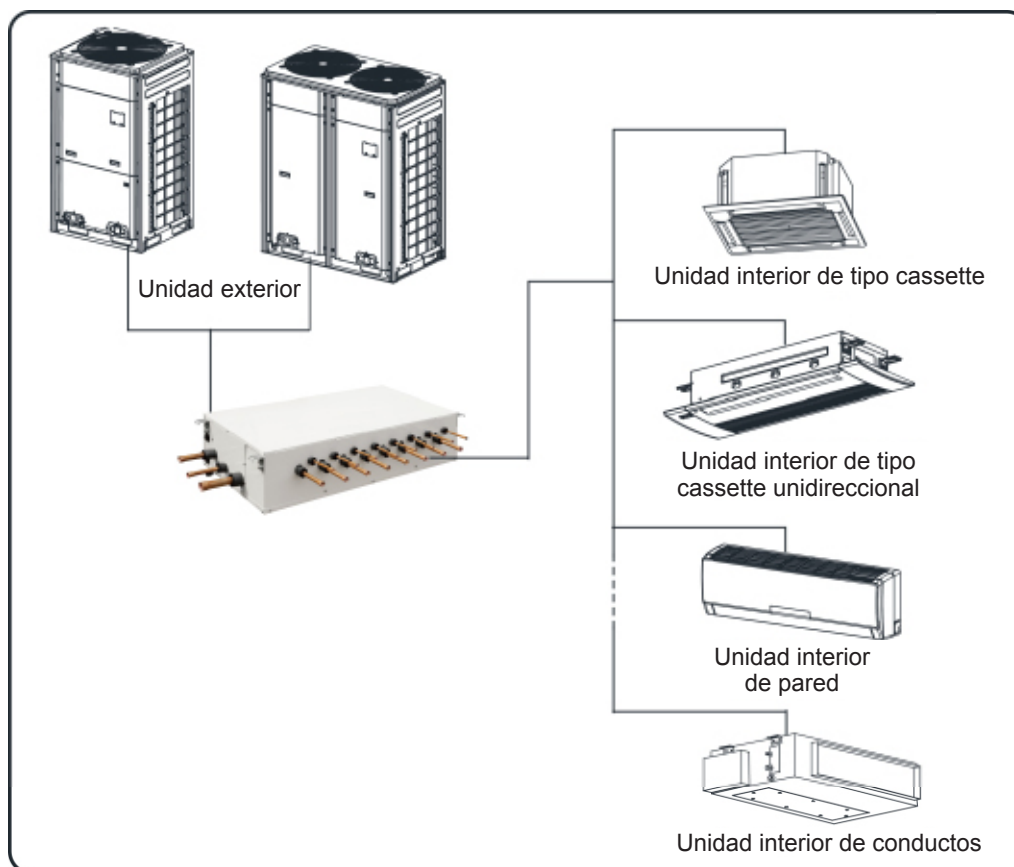

Fig. 2.3.1
- (3) Las unidades exteriores del sistema VRF inverter CC con recuperación de calor pueden conectarse a unidades interiores multi VRF, entre las que se incluyen unidades de tipo cassette, unidades de tipo cassette unidireccionales, unidades de pared y unidades de conductos, tal y como se muestra en la fig. 2.3.1. Si cualquiera de las unidades interiores recibe una orden de funcionamiento, la unidad exterior empezará a funcionar del modo solicitado. Si se detienen todas las unidades interiores, la unidad exterior se apagará. Tenga en cuenta que la unidad exterior no puede conectarse directamente